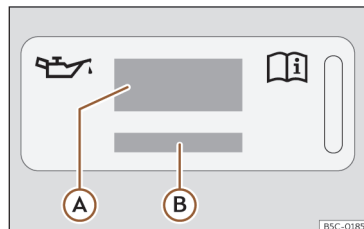
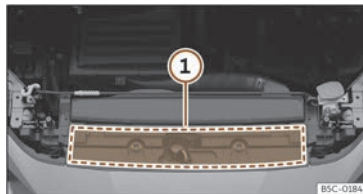

Fig. 195 Al compartiment del motor: etiqueta d'oli de motor
Fig. 196 Al compartiment del motor: zona d'ubicació de l'etiqueta d'oli de motor
Llegenda de la»» **fig. 195**:
Si heu d'omplir l'oli del motor, utilitzeu un dels olis indicats a l'etiqueta»» **fig. 195**. L'etiqueta amb la norma prescrita es troba a la part davantera al compartiment del motor »» **fig. 196** ①. Si utilitzeu l'oli de motor recomanat, es pot corregir el nivell de l'ompliment tantes vegades com calgui.